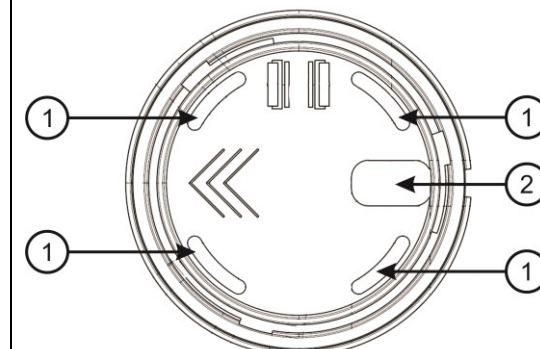

Figura 1: Legenda da base do detector.
- 1- Retirar base do detector (figura 1).
- 2- Passar o cabeamento pelo furo indicado na figura 1.
- 3- Fixar a base no local, utilizando os orifícios indicados na figura 1, utilizando buchas e parafusos 6mm (não fornecidos).